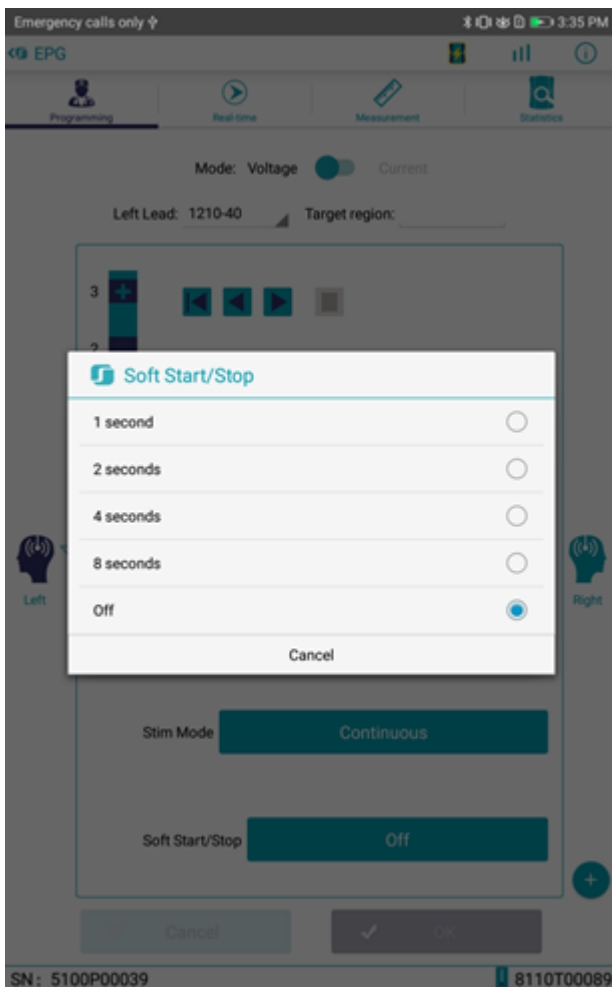

Figura 29. Ventana de configuración de Arranque/Parada suave
2) Seleccione el valor objetivo en la ventana emergente (Figura 29). La ventana se cerrará automáticamente después de la selección, y el cambio del valor real al valor objetivo se muestra en el cuadro de entrada Arranque/Parada Suave.